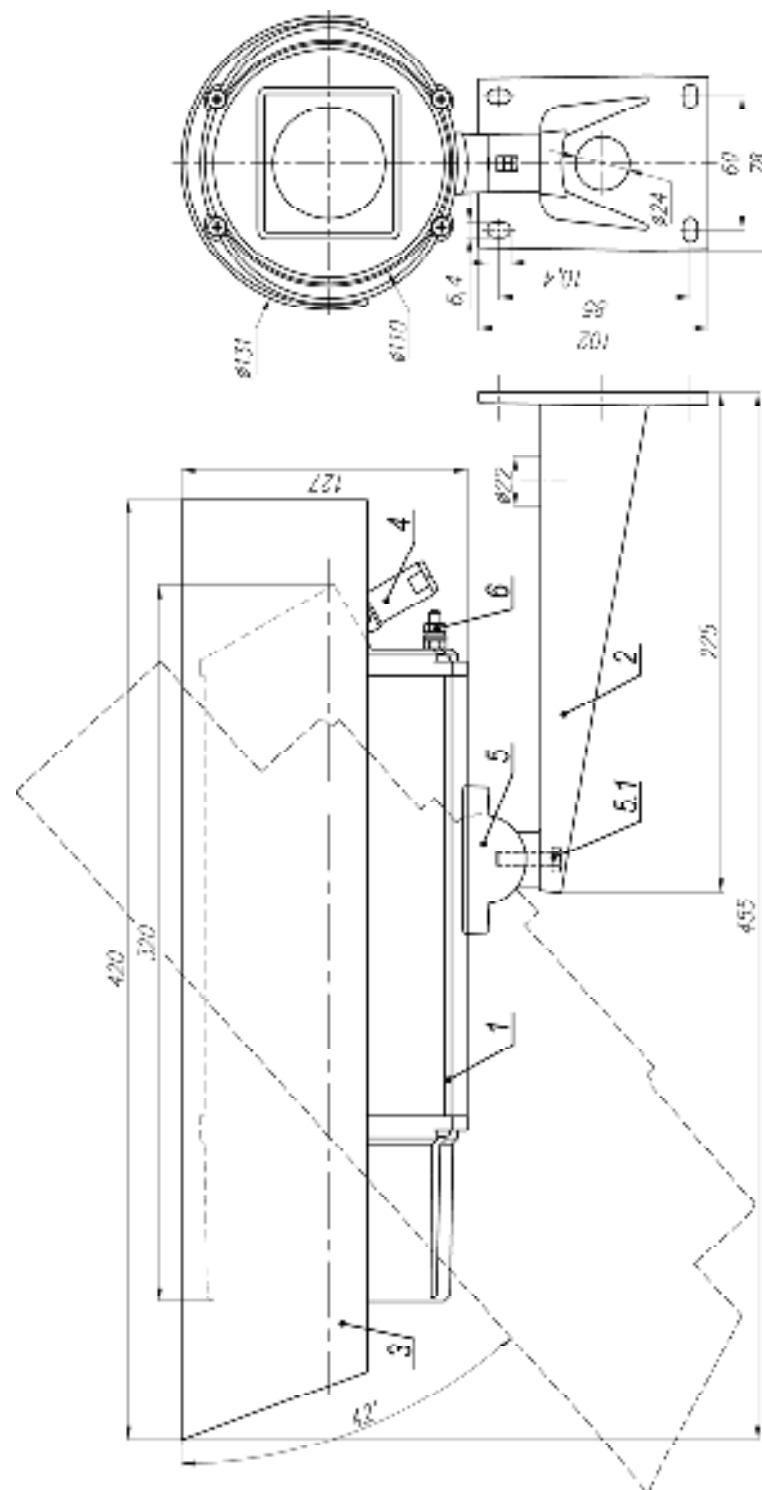

Рис.1 Габаритные и установочные размеры ТВК-95 IP
3. Ослабив болт фиксации шарнира (поз.5.1 рис.1), установить гермобокс на нужное направление обзора, после чего надежно зафиксировать шарнир затянув болт.
4. Заземлить гермобокс с помощью болта заземления (поз.6 рис.1).
Состав изделия: (см. рис.1)